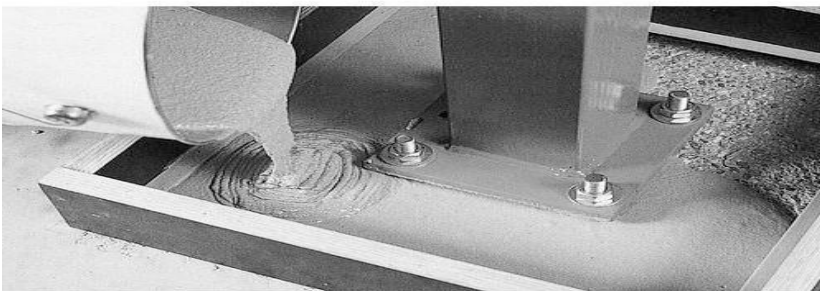

Figura 2: Encofrado externo típico alrededor de un pie de apoyo
3. Prepare los encofrados externos con una altura mayor que la distancia desde el concreto a la parte inferior de la brida de soporte de la base. Los encofrados deben instalarse para dejar al menos 75 mm (3 pulg.) de espacio entre la dimensión exterior más grande de la base de soporte del equipo (incluidas las patas de montaje, si las hubiera). Los encofrados se anclarán cada 600 mm (24 pulg.) con elementos de sujeción de concreto. Vea la Figura 2.